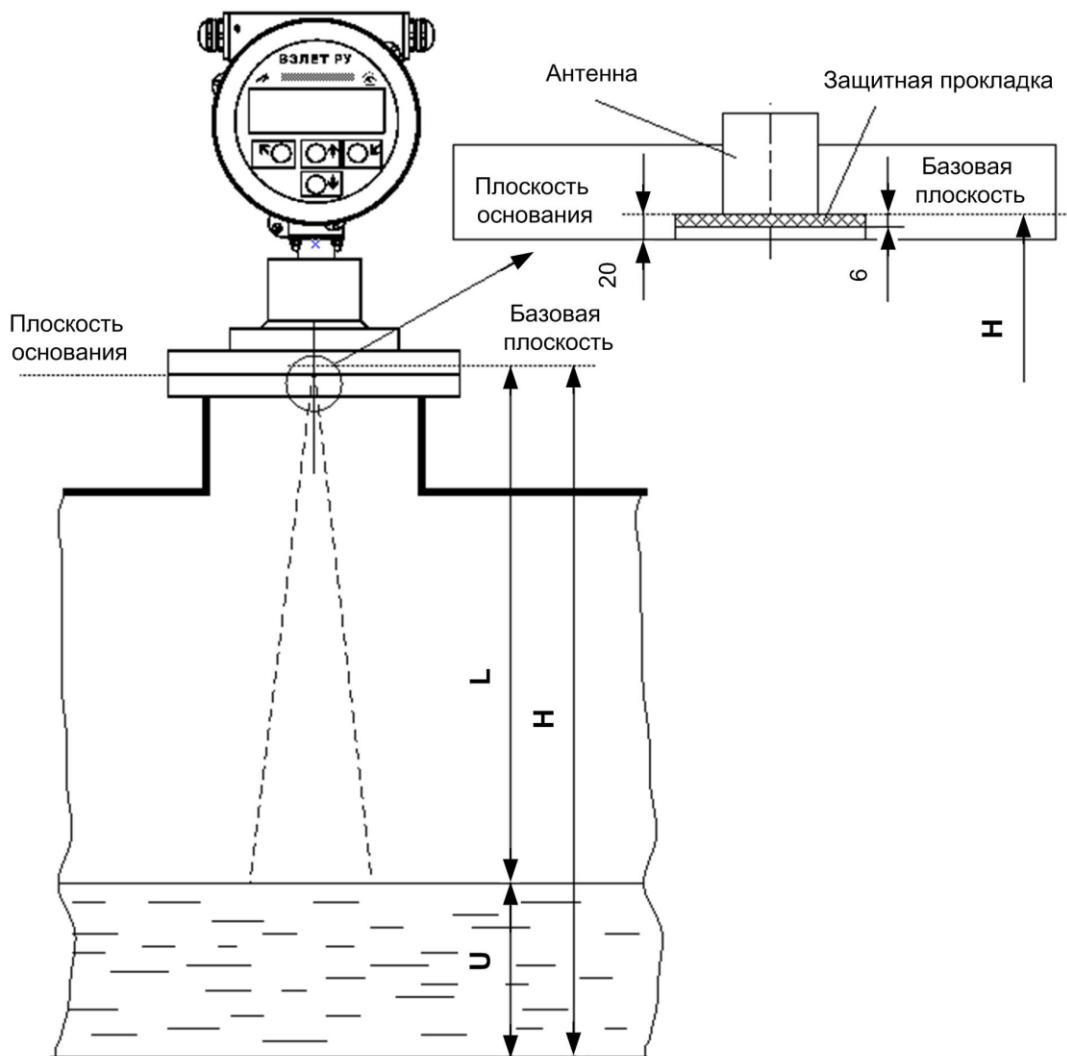

Рис.1. Настроочные параметры уровнемера.
3.1.2. Базовой плоскостью измерительного диапазона прибора (рис.1) является плоскость, расположенная на расстоянии **20 мм** от основания корпуса прибора или **6 мм** от поверхности защитной прокладки из фторопластика.